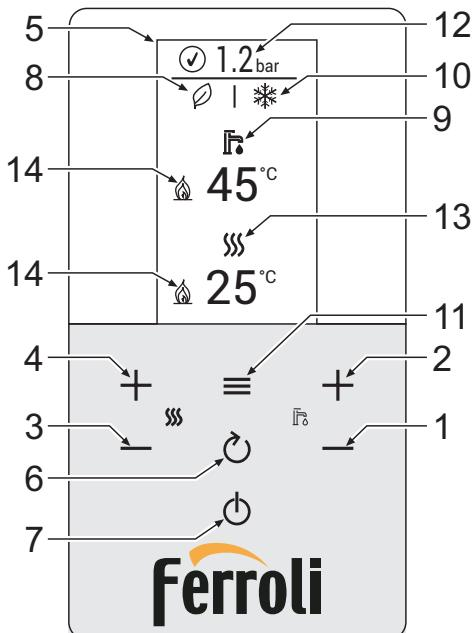

fig. 1- Panel de control
#### Leyenda del panel fig. 1
Pulsar repetidamente la tecla (1) hasta que aparezca el símbolo del verano (sol) y la palabra "OFF" en la calefacción ( 10 - fig. 1): la caldera solo suministra agua sanitaria. El sistema antihielo permanece operativo.
Mediante las teclas de la calefacción ( 3 y 4 - fig. 1) para regular la temperatura desde un mínimo de 20 °C hasta un máximo de 80 °C. El valor máximo se puede modificar en el menú **Parámetros** [TSP] interviniendo en el parámetro P40.
Mediante las teclas del agua sanitaria ( 1 y 2 - fig. 1) para regular la temperatura desde un mínimo de 40 °C hasta un máximo de 55 °C. El valor máximo se puede modificar en el menú **Parámetros** [TSP] interviniendo en el parámetro P46.
El usuario puede deshabilitar la función **COMFORT** (modo **ECO**) pulsando la tecla  durante 2 segundos. En modo **ECO**, en la pantalla se visualiza el símbolo  ( 12 - fig. 1). Para activar el modo **COMFORT**, pulse nuevamente la tecla  durante 2 segundos; el símbolo  desaparece.